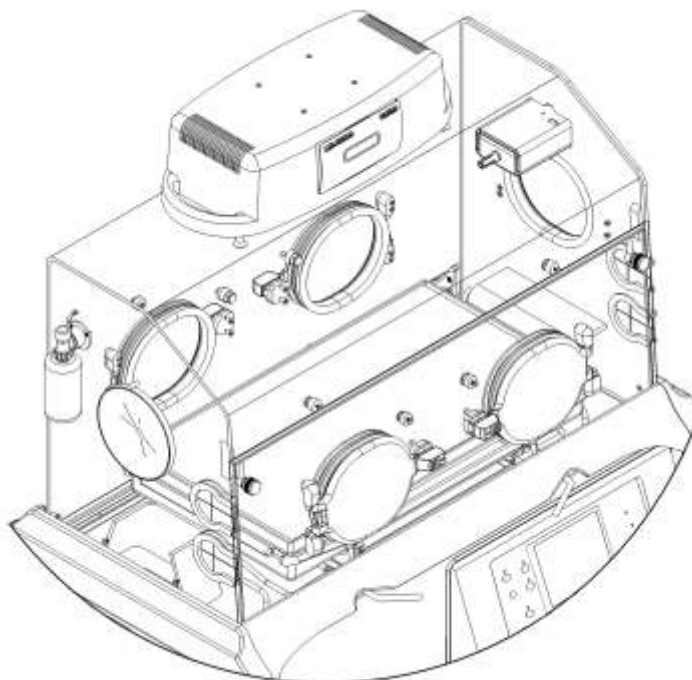

Figura 94 – Montagem da fototerapia
1. Coloque o suporte do monitor na posição correta, alinhando todos os furos conforme figura 94.
2. Utilizando uma chave Allen de 5mm, coloque o parafuso sextavado interno (Allen) (1) com a arruela (2) no orifício e aperte